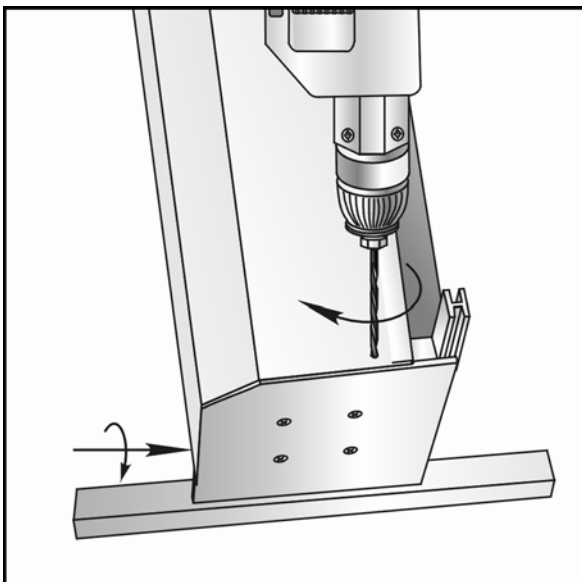

Рис. 2.7
5. Разметить и сверлить совместно отверстия  $\varnothing 4,2$  мм в передних отбортовках крышек боковых и крышке короба (по два отверстия с каждой стороны короба) для последующей установки заклепок (рис. 2.7).